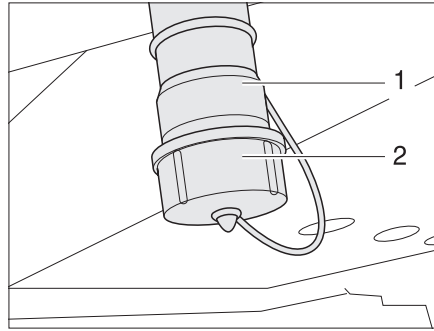

Bild 239 Vattenutlopp och avloppsöppning
- Vrid locket (Bild 239,2) på vattenutloppet (Bild 239,1) ett kvarts varv medurs och tag bort det.
- Montera en lämplig avloppsslang till vattenutloppet (Bild 239,1) eller ställ en lämplig behållare under vattenutloppet.